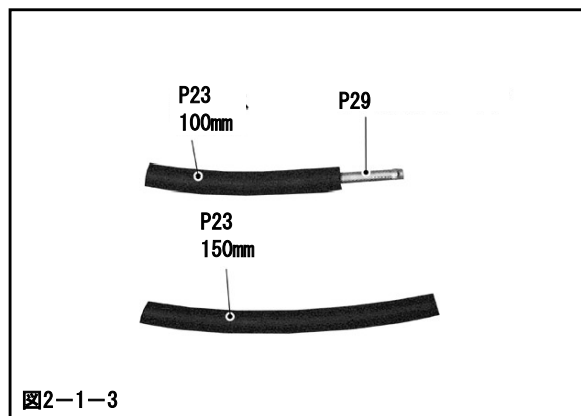

図2-1-3
- (5) 2-1. (4) で100mmに切断した耐油ホースφ8(P23①)にジョイントパイプφ8を取付けてください。(図2-1-3)